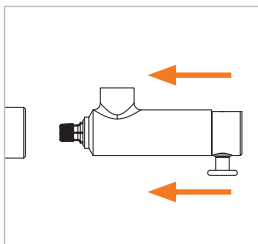

Abbildung 8
- ▶ Stecken Sie den Adapter mit gedrücktem Ventilknopf (Pos. 4) gerade und soweit in den Prüfling ein, bis die Frontdichtung (Pos. 7) den Prüfling berührt (*Abbildung 8*). Dadurch wird eine Beschädigung der Frontdichtung durch eventuell scharfe Kanten am Prüfling vorgebeugt und das richtige Anschließen gewährleistet.